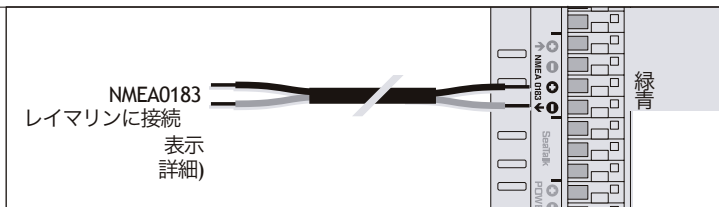

図2-16.NMEA0183接続
2. 図 2-16 のように、NMEA0183 の出力端子に適切なケーブルを接続します。